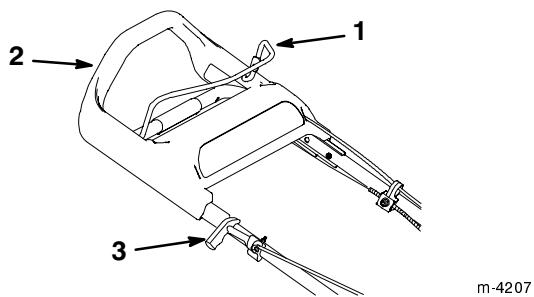

Figure 52
La poignée du lanceur et la barre de commande de la lame se trouvent sur la partie supérieure du mancheron, comme illustré à la Figure 52.
3. Serrez la barre de commande de la lame contre la partie supérieure du mancheron (Fig. 52).
4. Tirez lentement la poignée du lanceur jusqu'à ce que vous sentiez une résistance, puis tirez vigoureusement (Fig. 52). Laissez le lanceur se rétracter lentement jusqu'à la poignée.